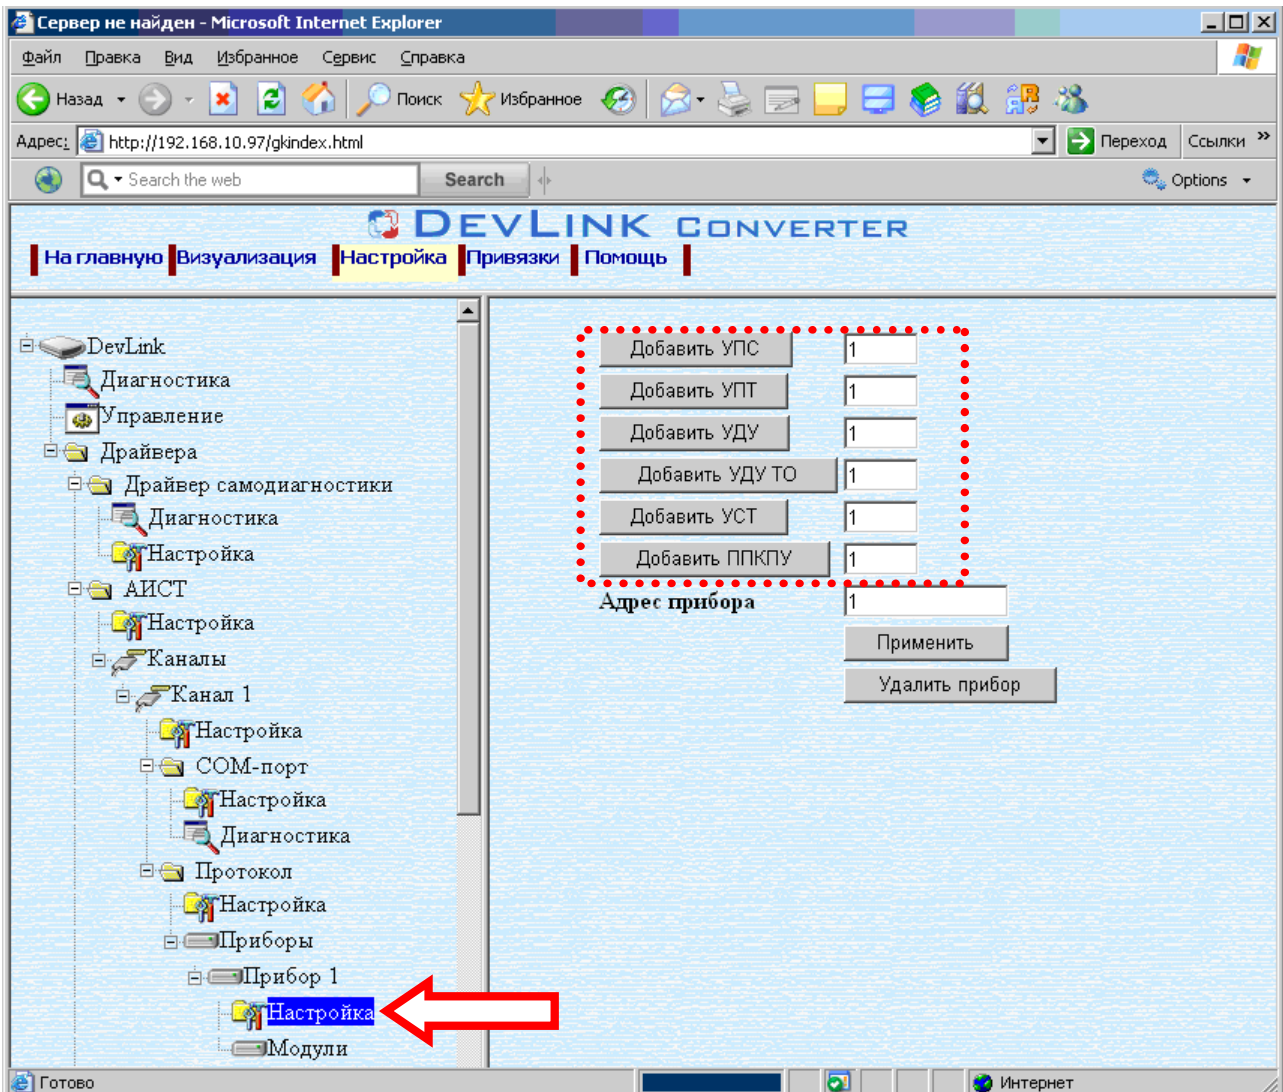

Рисунок 3.6– Добавление модулей в приборе
- Выберите в дереве объектов *папку «Настройка»* протокола драйвера нужного прибора (рисунок 3.6).